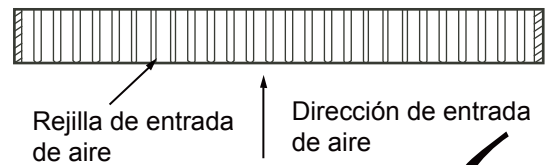

Figura 2.4
- 1 En la creación del plenum de retorno de aire en el panel de entrada de aire, asegúrese de que las rejillas del aire estén en ángulo, de manera que sean paralelas a la dirección de la entrada del aire. Véase figura 2.4.